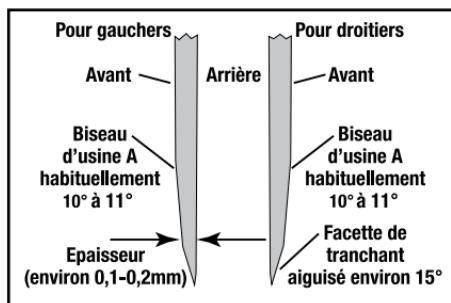

Figure 10. La section transversale de lames asiatiques traditionnelles à biseau unique est plus fine et plus aiguisée sur un côté.
Les couteaux japonais tels que la lame sashimi n'ont qu'une seule face et présentent un gros biseau usine (Biseau A, Figure 10) sur la face de la lame. Il existe un grand nombre de fabricants de couteaux de ce type de couteaux largement utilisés pour préparer le sashimi. Le biseau usine (Biseau A) est généralement conçu à environ 10 degrés, mais il existe des exceptions pour lesquelles l'angle n'est pas au standard de la fabrication. Les conceptions des couteaux
Avant de commencer à aiguiser une lame japonaise traditionnelle, examinez-la avec précautions afin de confirmer que la lame est à biseau unique traditionnel et de déterminer que vous tenez un couteau pour droitier ou gaucher, tel que décrit en figure 10. Il est indispensable que vous suiviez minutieusement la procédure d'aiguisage dans l'ordre décrit ci-dessous, afin d'obtenir un tranchant optimal de votre lame traditionnelle.
Dans cet exemple qui suppose que votre lame traditionnelle est pour droitier, vous ne devez aiguiser que dans la rainure gauche en Phase 1 **Acier**. Le nombre de passages que vous devrez faire dépend de l'angle de fabrication du biseau A (Figures 10 et 11) et du degré d'usure de votre lame. Effectuez (5) à 10 passages (1 à 2 secondes pour 2,5 cm) dans la rainure gauche en Phase 1, puis vérifiez la présence d'une bavure le long du dos du tranchant de la lame (la bavure créée en Phase 1 sera petite mais pourra être sentie tel que montré en Figure 9). Assurez-vous que la bavure est présente tout le long du tranchant de la lame. S'il n'y a pas de bavure ou seulement une bavure partielle, continuez à effectuer des passages, tous dans la rainure de